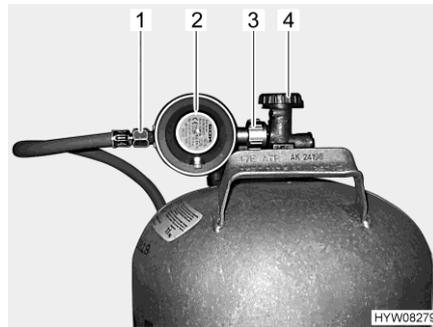

Fig. 97 Conexión de la bombona de gas
- Cerrar la llave de paso principal (Fig. 97,4) de la bombona de gas. Observar el sentido de la flecha.
- Retener el regulador de presión de gas (Fig. 97,2) y abrir la tuerca moleteada (Fig. 97,3) (por lo general, rosca a la izquierda).
- Retirar el regulador de presión de gas con la goma del gas (Fig. 97,1) de la bombona de gas.
- Colocar el regulador de presión de gas (Fig. 97,2) con goma del gas (Fig. 97,1) en la bombona de gas y apretar la tuerca moleteada (Fig. 97,3) (por lo general, rosca a la izquierda). **No** apretar demasiado firmemente.